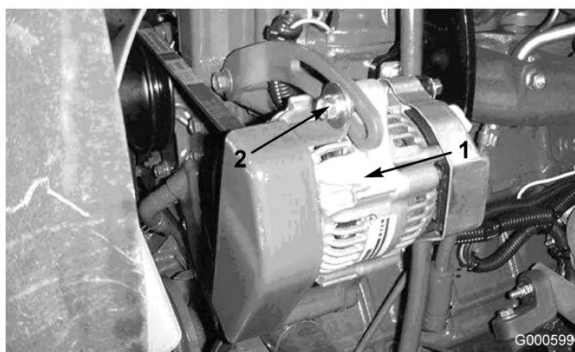

図 55
オアウタネータのベルト（図 55）は100運転時間ごとに点検します。
2. たわみが 10 mm 程度でない場合には、オルタネータ取り付けボルト（図 55）をゆるめる。適当な張りに調整してボルトを締める。ベルトのたわみが適切に調整されたことを確認する。